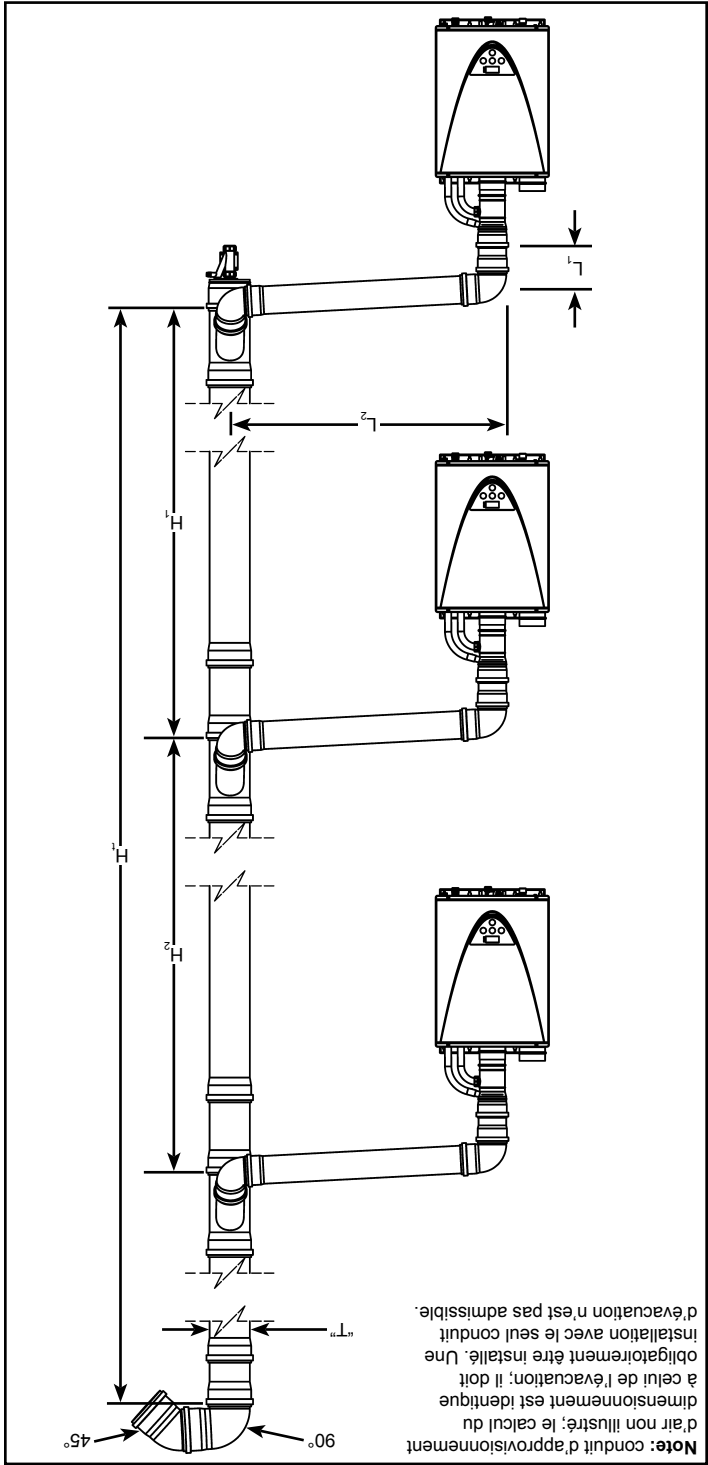
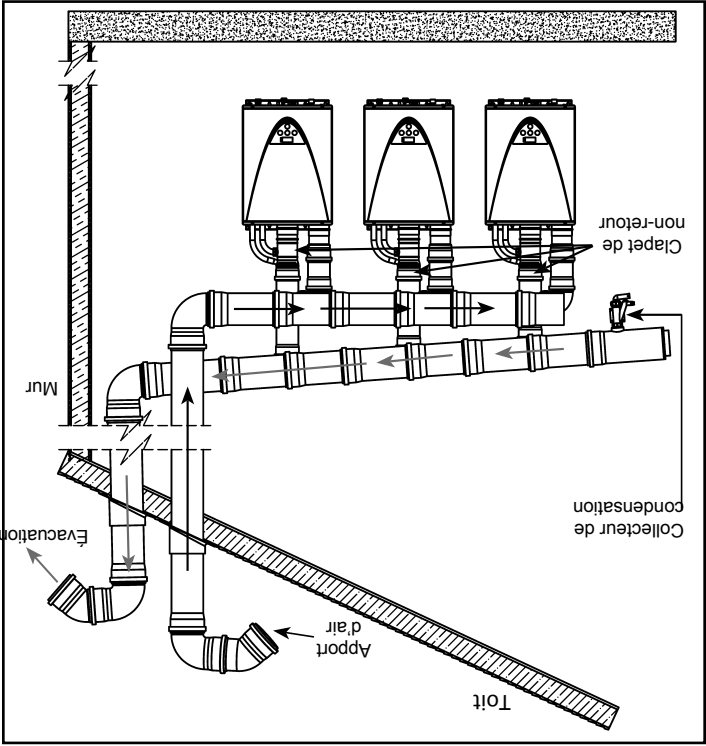

Figure 11. Dimensionnement des conduits
Figure 4. Installation typique, ventilation commune à travers le toit
Voici les autres exigences de dimensionnement à respecter (approvisionnement et évacuation) (voir Figure 11):
6. La terminaison à travers le toit des conduits d'évacuation et d'approvisionnement d'air doit se composer d'un coude à 90° suivi d'un coude à 45°, comme illustré dans Figure 4 à Figure 11. Il est possible d'utiliser deux coudes à 90° successifs. Installez une grille anti-vermine (quadrille minimum de 3/4 po (19 mm)) dans chacune des terminaisons afin de bloquer l'entrée de tout corps étranger.